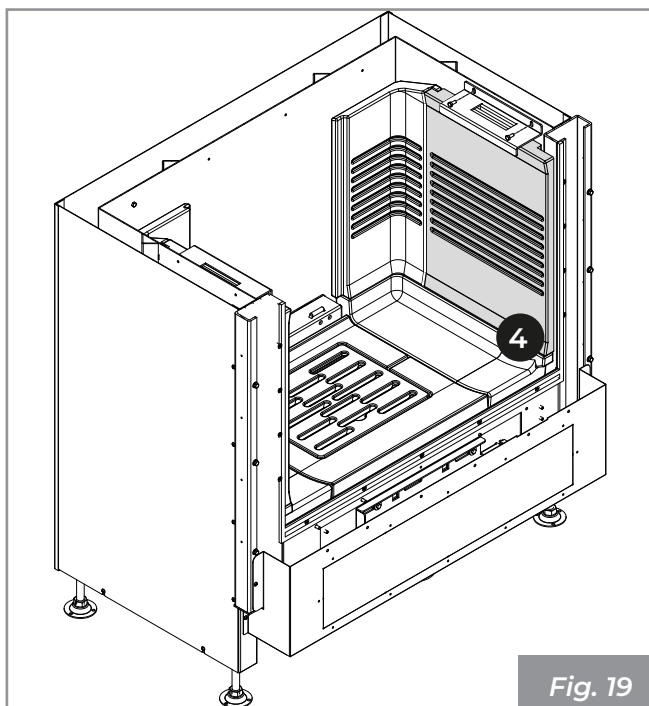

Fig. 19
4) Procedere allo stesso modo sul lato opposto. (Fig. 18) Fig. 19).